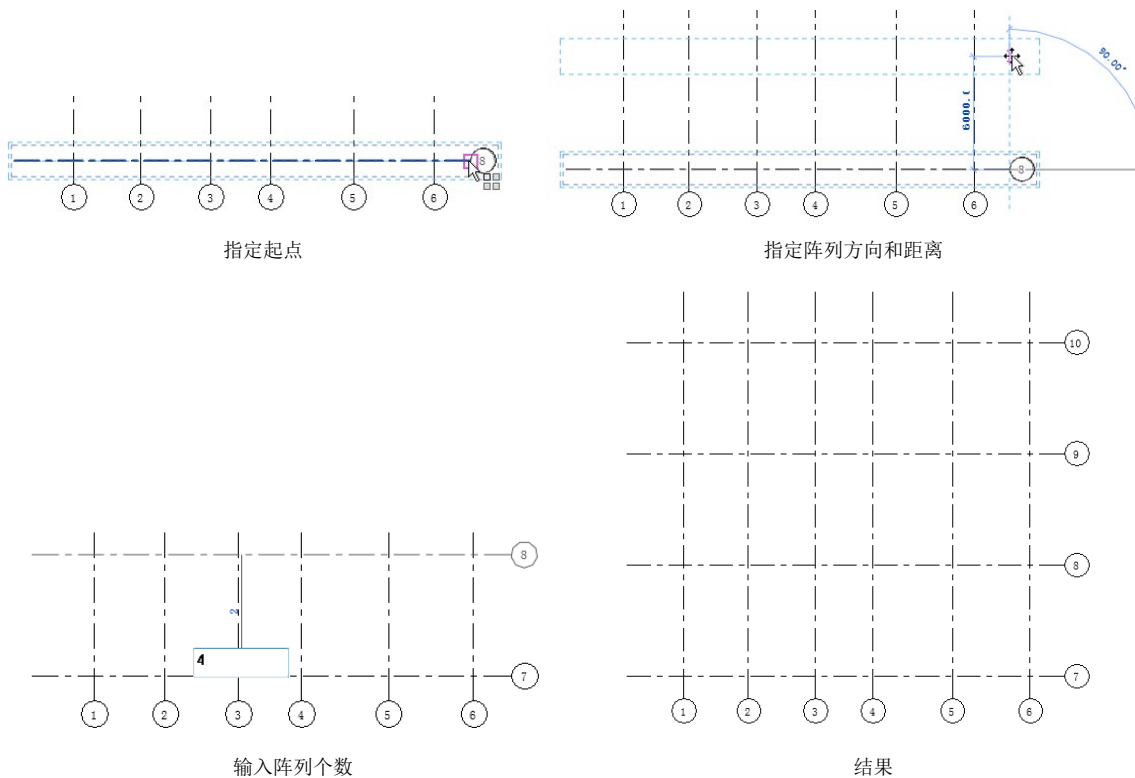

图 4-29 阵列水平轴线过程
(7) 用户也可以单击“修改”面板中的“阵列”按钮, 选取步骤(6)绘制的水平轴线, 按 Enter 键确认, 捕捉轴线端点为阵列起点, 向上移动鼠标指针, 显示轴线间的距离, 然后单击鼠标指针确认位置, 弹出“阵列个数”文本框, 输入阵列个数, 按 Enter 键确认, 如图 4-29 所示。